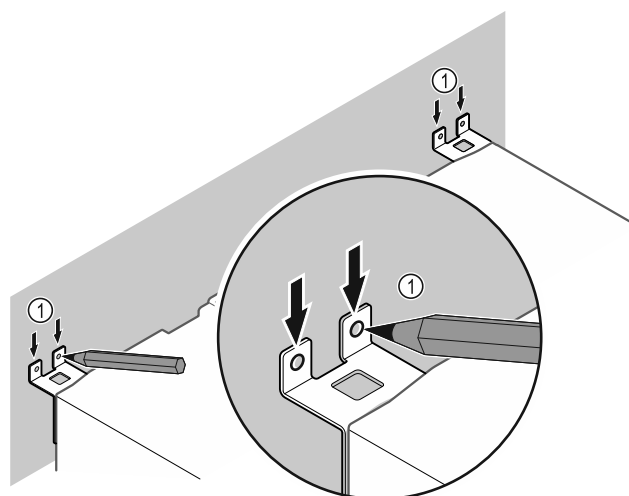

Fig. 12
- Anbring markeringerne på væggen Fig. 12 (1).